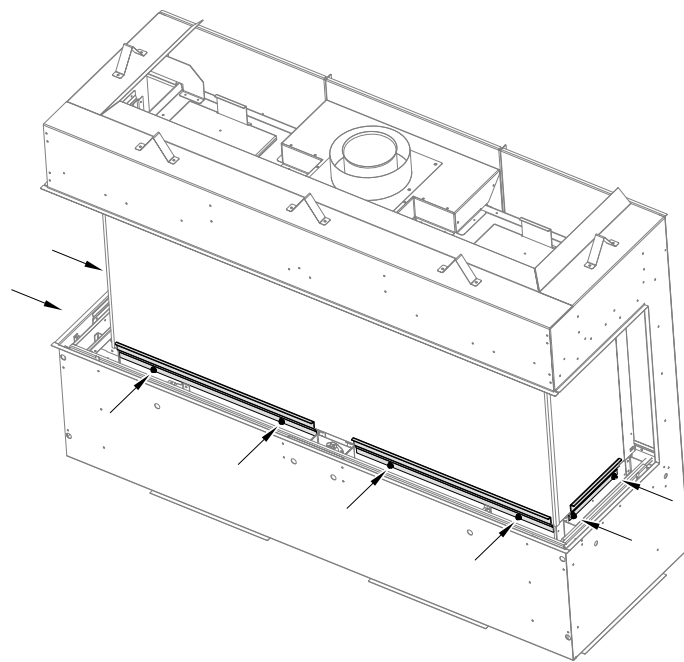

Figure 4.7 - Emplacement des fixations de vitres du foyer
3. Retirez les écrous 7/16 po qui retiennent la fixation supérieure de la vitre et retirez cette fixation pour la vitre de façade, tel que montré à la Figure 4.7. Conservez cette fixation pour réinstaller la vitre.
4. Desserrez les écrous 7/16 po qui retiennent les fixations inférieures de la vitre, tel que montré à la Figure 4.7. Il n'est pas nécessaire de retirer ces fixations.
4. Fixez la dernière fixation de vitre latérale avec les écrous 7/16 po. Serrez tous les écrous 7/16 po qui tiennent en place les fixations supérieures et inférieures, tel que montré à la Figure 4.7.